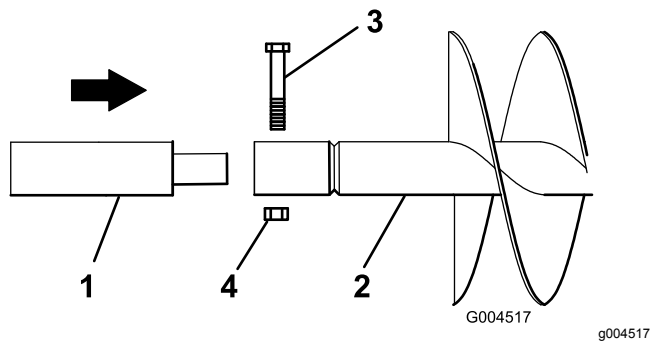

Рисунок 6
6. Если вместе со шнеком используется удлинитель, вставьте конец удлинителя в конец шнека и зафиксируйте соединение с помощью болта (7/8 x 4½ дюйма) и гайки (7/8 дюйма), как показано на рис. Рисунок 6.